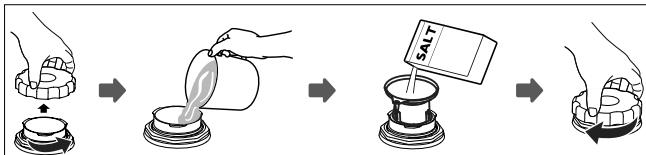

Fig. 13 – Riempimento con sale
- ▶ Rimuovere il cestello per stoviglie (6) e svitare il coperchio del contenitore del sale (11).
- ▶ Prima del primo utilizzo versare circa 1 l d'acqua nel contenitore del sale (vedere la **Fig. 13**).
- ▶ Usando uno strumento adatto, come un normale imbuto domestico, versare 130 g di sale per lavastoviglie nell'apertura del contenitore del sale (11). È normale che l'acqua fuoriesca dal contenitore del sale.
- ▶ Una volta riempito il contenitore, riposizionare il coperchio e chiuderlo ruotandolo in senso orario (vedere la **Fig. 13**).